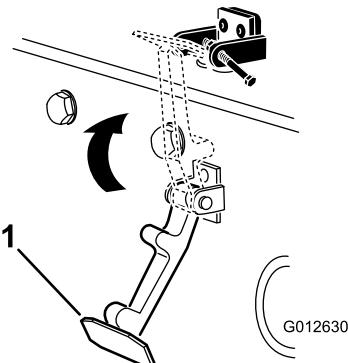

Figura 8
6. Aplique rebites nos suportes e nas anilhas ao capot (Figura 8).
7. Prenda o trinco no suporte do trinco do capot (Figura 8).